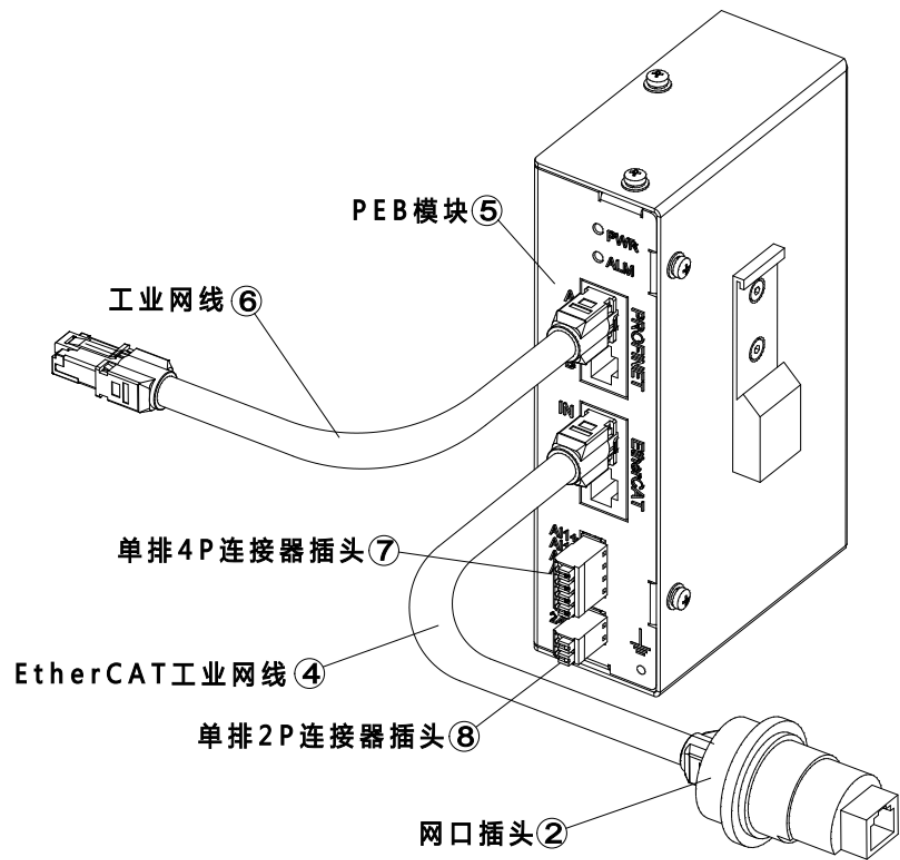

图 16-13 连接 PEB 模块接口示意图
步骤4. 将④EtherCat 工业网线一端接在柜体的网口插头上，另一端接在⑤PEB 模块的 EtherCAT/IN 接口上；将⑥工业网线一端接在⑤PEB 模块的 PROFINET/A 接口上，另一端接在用户自己的 PLC 模块上，参考图 16-13。